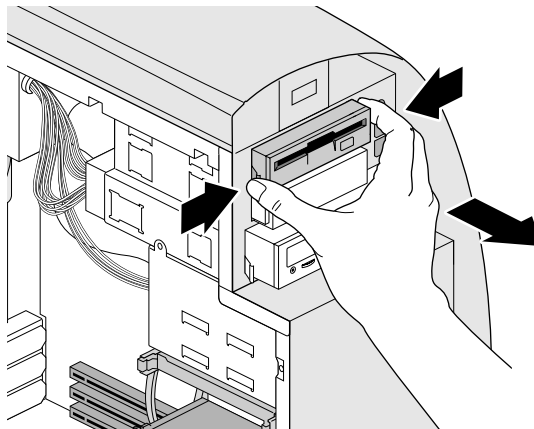

Figura 4-8 Rimozione di un'unità per supporti rimovibili
5. Rivolti di fronte al sistema, afferrare le linguette delle slitte ed estrarre l'unità, come illustrato nella Figura 4-8.